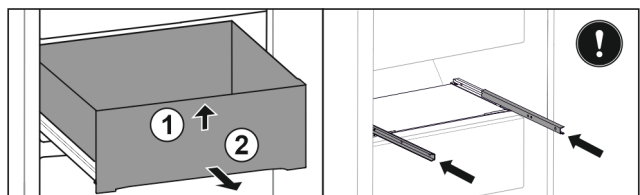

Fig. 132
- ▶ Повдигнете чекмеджето отпред. Fig. 132 (1)
- ▶ Извадете чекмеджето напред. Fig. 132 (2)